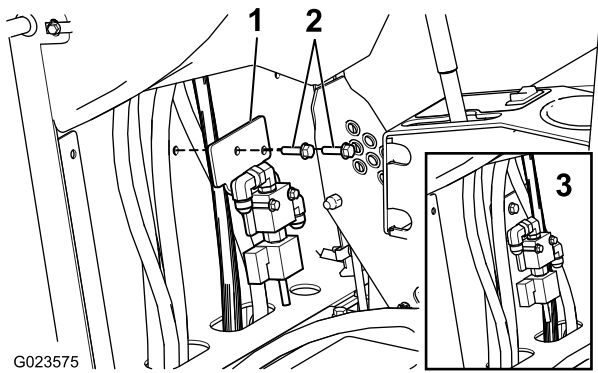

Figura 5
12. Instale el soporte de la válvula en el bastidor de la máquina, detrás de las mangueras verticales, con 2 pernos con arandela prensada (M8 x 1-1/4 pulgadas) y las tuercas retiradas anteriormente, según se muestra en Figura 5.